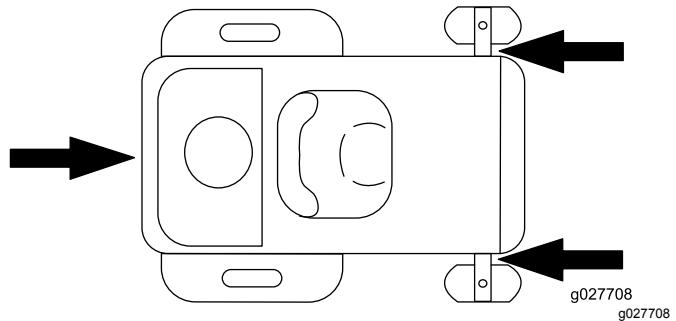

Рисунок 32
6. С помощью строп, цепей, тросов или канатов закрепите машину в точках, расположенных рядом с передними поворотными колесами и на заднем бампере (Рисунок 32). Изучите местные нормативные документы по требованиям к креплению оборудования.